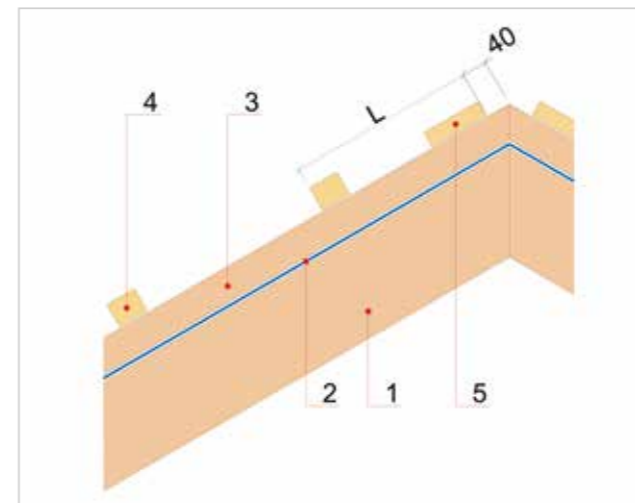

Рисунок 12
5.2.12 Расстояние между брусками верхнего ряда шаговой обрешетки (L) не регламентируется. Верхний брусок обрешетки устанавливается с отступом 40 мм от оси конька (Рисунок 12).